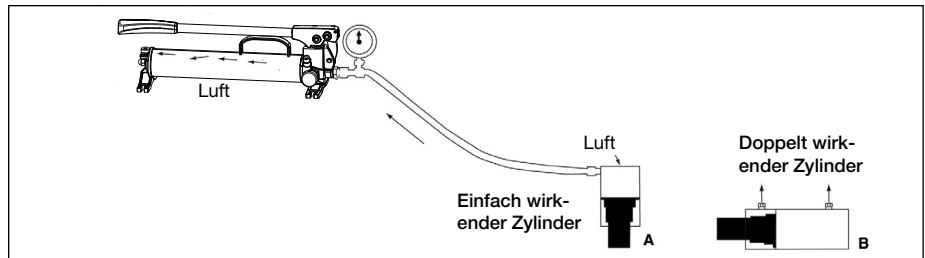

Abb. 11, Entfernen der Luft
3. Positionieren Sie die Pumpe in horizontaler Position und höher als den Zylinder. Siehe Abb. 11.
2. Positionieren Sie die Pumpe in horizontaler Position und höher als den Zylinder. Siehe Abb. 11.